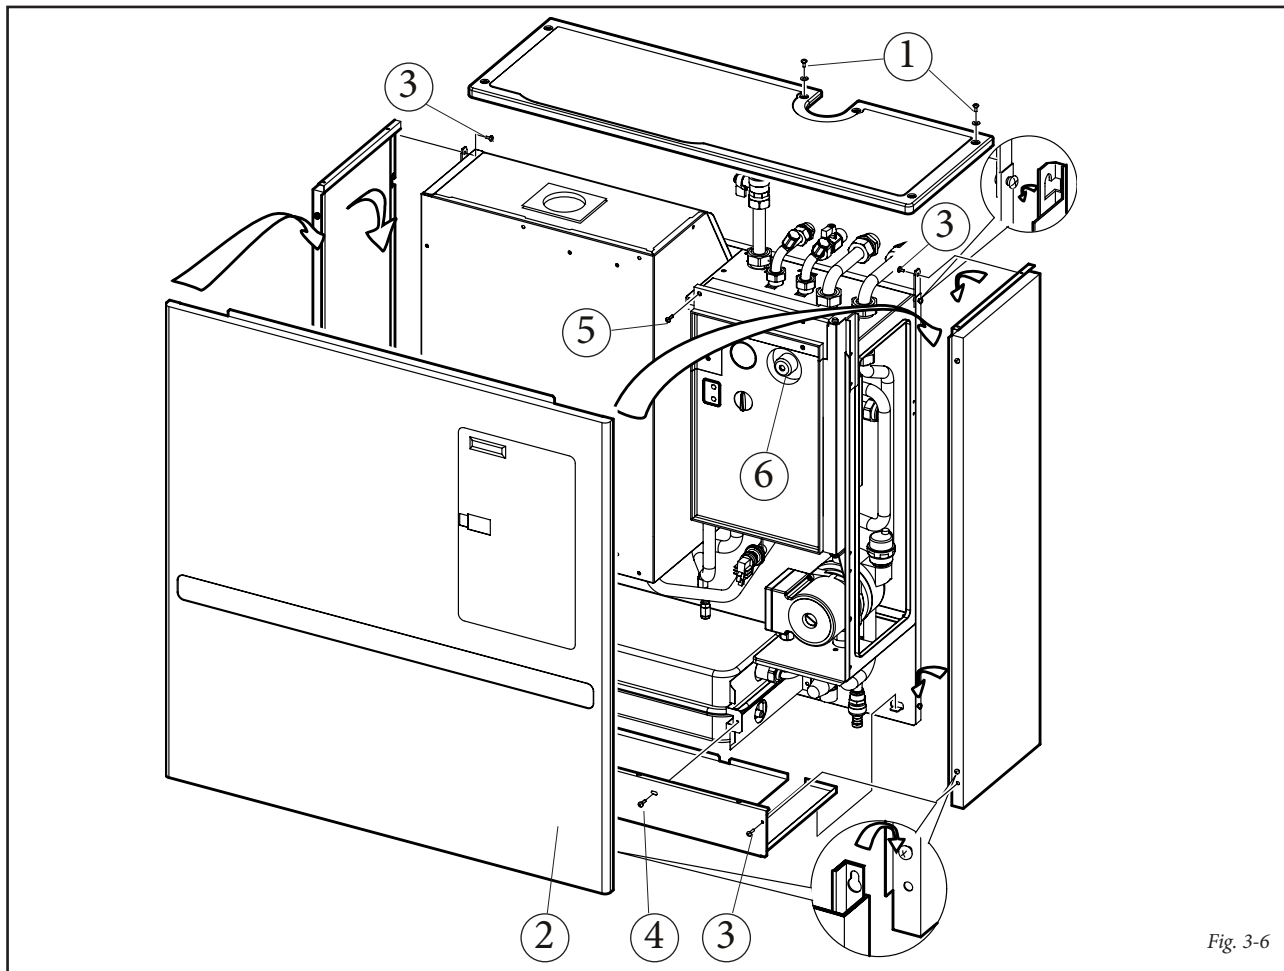

Fig. 3-6
- Smontare il coperchio superiore togliendo le sei viti (1).
- Spingere verso l'alto e poi verso se stessi in modo da liberare la facciata mantello (2) (Fig. 3-6).
- Svitare le quattro viti (3) e successivamente spingere leggermente verso l'alto in modo da liberare i fianchi laterali (2).
- Svitare le due viti (4) presenti sulla staffa di sostegno vaso d'espansione e tirare leggermente verso se stessi per liberare il carter di protezione inferiore.
- Svitare la vite (5) presente sul pannello comando, svitare la vite (6) e sfilare il pomello in plastica del rubinetto di riempimento impianto in modo da ruotare il pannello comandi.